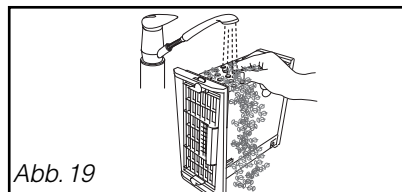

Abb. 19
- Reinigen Sie ihn nur unter fließendem Wasser (Abb.19).